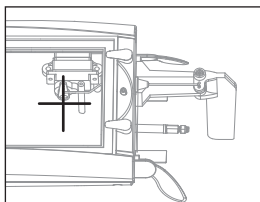

Bild 16
1. Wenn der Servoarm nach dem Binden nicht senkrecht nach oben steht (Eine Tolleranz von 10° ist normal) (Bild 16), sollte die Einstellung am Boot vorgenommen werden.